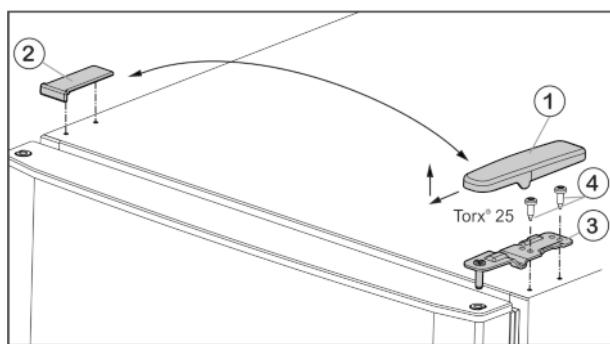

Fig. 5
- Потяните крышку Fig. 5 (1) вперед и вверх.
- Снимите крышку Fig. 5 (2).
- Открутите верхний опорный кронштейн Fig. 5 (3) (2 шт. Torx® 25) Fig. 5 (4) и вытяните вверх.
- Установите верхний опорный кронштейн Fig. 5 (3) на новой стороне шарнира и защелкните в дверце.
- Привинтите верхний опорный кронштейн (**с моментом 4 Нм**) (2 шт. Torx® 25) Fig. 5 (4). При необходимости используйте аккумуляторный шуруповерт.
- Наденьте и защелкните крышку Fig. 5 (1) на противоположной стороне снаружи.
- Также наденьте сверху и защелкните крышку Fig. 5 (2) на противоположной стороне.